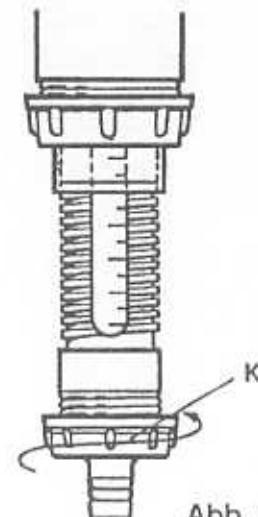

Abb. 22
- Die Mutter wieder festzuschrauben (Abb. 22)